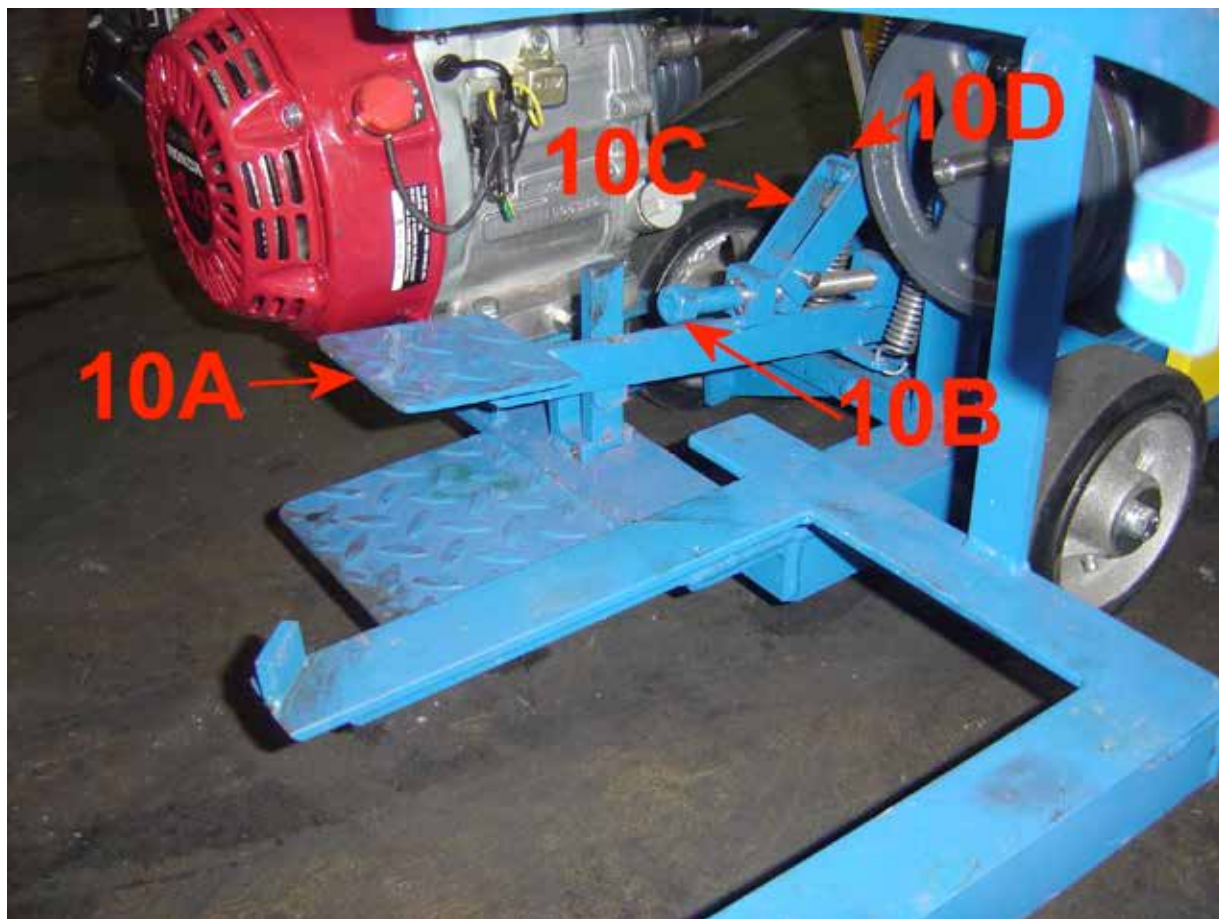

图 10 调整排出叶片深度
10. 如图 10 中所示，踩动排出叶片脚踏板 (10A)，将排出叶片降低至操作位置。